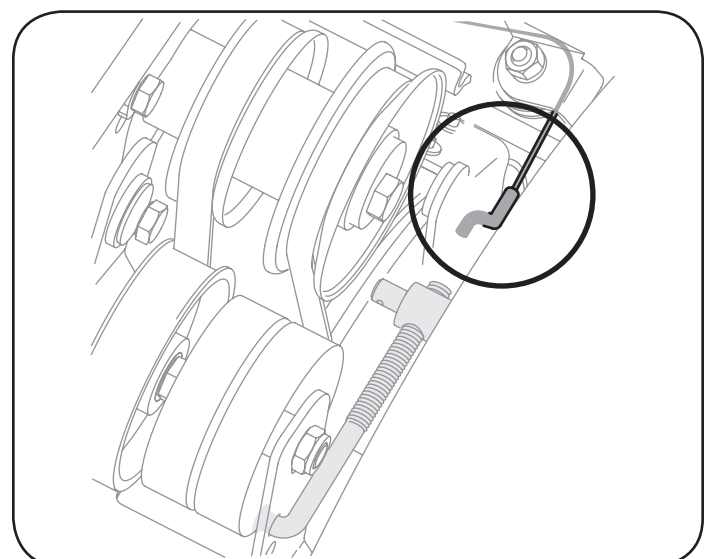

Figura 25
3. Tire del conjunto del soporte del freno hacia el rodillo guía del cable y desenganche el accesorio Z del cable de la barrena. Vea la Figura 25.